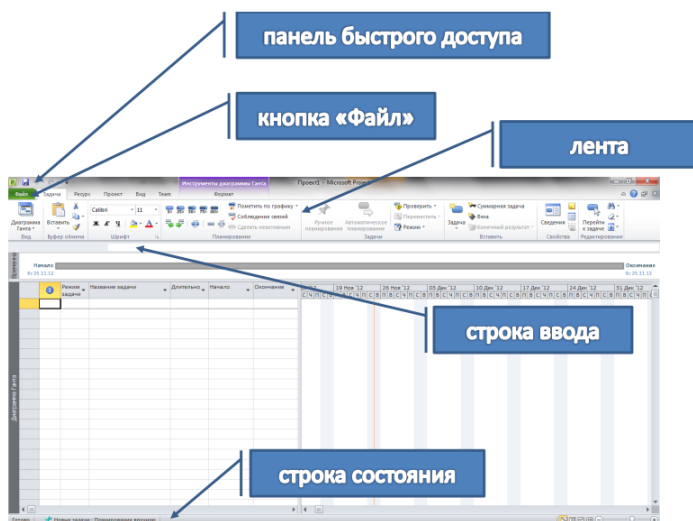
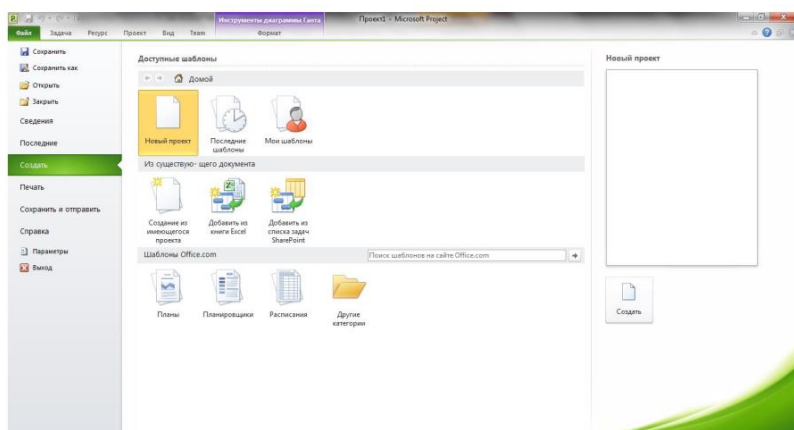

Рис. 5: Общий вид окна Microsoft Project
Рис. 7: Представление Backstage
Общий вид окна Microsoft Project представлен на Рис. 5.
**Backstage.** Backstage™ — единая графическая оболочка для управления файлами проекта — новое представление Microsoft®, которое обеспечивает быстрый доступ к инструментам, шаблонам и параметрам Project (см. Рис. 7). Чтобы открыть Backstage, надо щелкнуть кнопку **Файл** (см. Рис. 5). Backstage содержит основные команды, позволяющие открывать, сохранять и печатать файлы проекта. Пользователи Project Professional могут использовать Backstage для управления подключениями к серверу Project Server, а также для извлечения и публикации проектов.
По умолчанию в левом верхнем углу над кнопкой Файл располагается Панель быстрого доступа (см. Рис. 5). Она является настраиваемой и содержит набор команд, который не зависит от отображаемой в данный момент вкладки ленты. Можно добавлять на Панель быстрого доступа кнопки, выполняющие часто используемые команды. Панель может располагаться в одном из двух возможных местоположений: над лентой или под лентой.
Ползунок масштаба. В MS Project позволяет быстро масштабировать временную часть представления с помощью ползунка масштаба (см. Рис. 9) в строке состояния (см. Рис. 5). Достаточно переместить ползунок вправо, чтобы увеличить масштаб расписания (показывать меньшие интервалы времени, такие как дни или